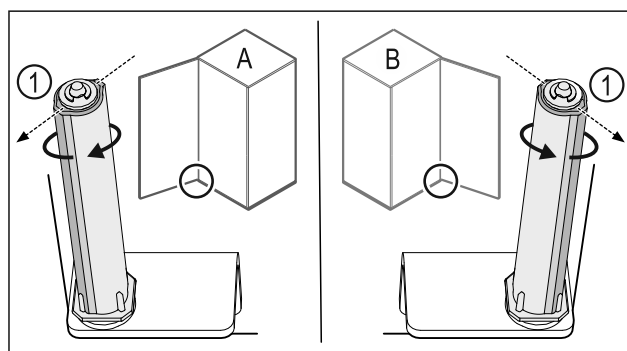

Fig. 39 Levo omejilo (A) / desno omejilo (B)
- ▶ Obrnite zaporni sistem proti upor, dokler ni mostiček zapornega sistema Fig. 39 (1) obrnjen navzven.